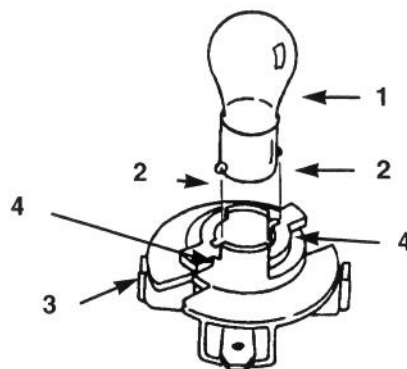

Figure 32
4. Appuyer sur l'ampoule et la tourner dans le sens anti-horaire jusqu'à ce qu'elle s'arrête (approx. $\frac{1}{4}$ de tour) et la déposer du porte-ampoule (Fig. 32).
1. La base de l'ampoule est munie d'ergots métalliques. Aligner les ergots avec les encoches du porte-ampoule et installer la base dans le porte-ampoule (Fig. 32). Pousser sur l'ampoule et la tourner dans le sens horaire jusqu'à ce qu'elle s'arrête.